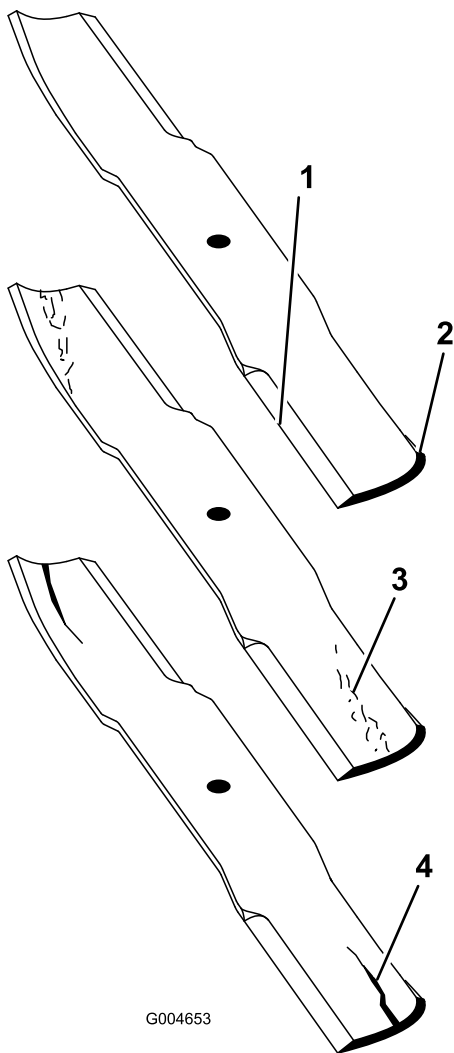

Figura 86
2. Examine cuidadosamente los extremos de corte de la cuchilla, sobre todo en el punto de reunión entre la parte plana y la parte curva de la cuchilla (Figura 86).
Nota: Puesto que la arena y cualquier material abrasivo pueden desgastar el metal que conecta las partes curva y plana de la cuchilla, compruebe la cuchilla antes de utilizar el cortacésped. Si se aprecia desgaste (Figura 86), cambie la cuchilla.